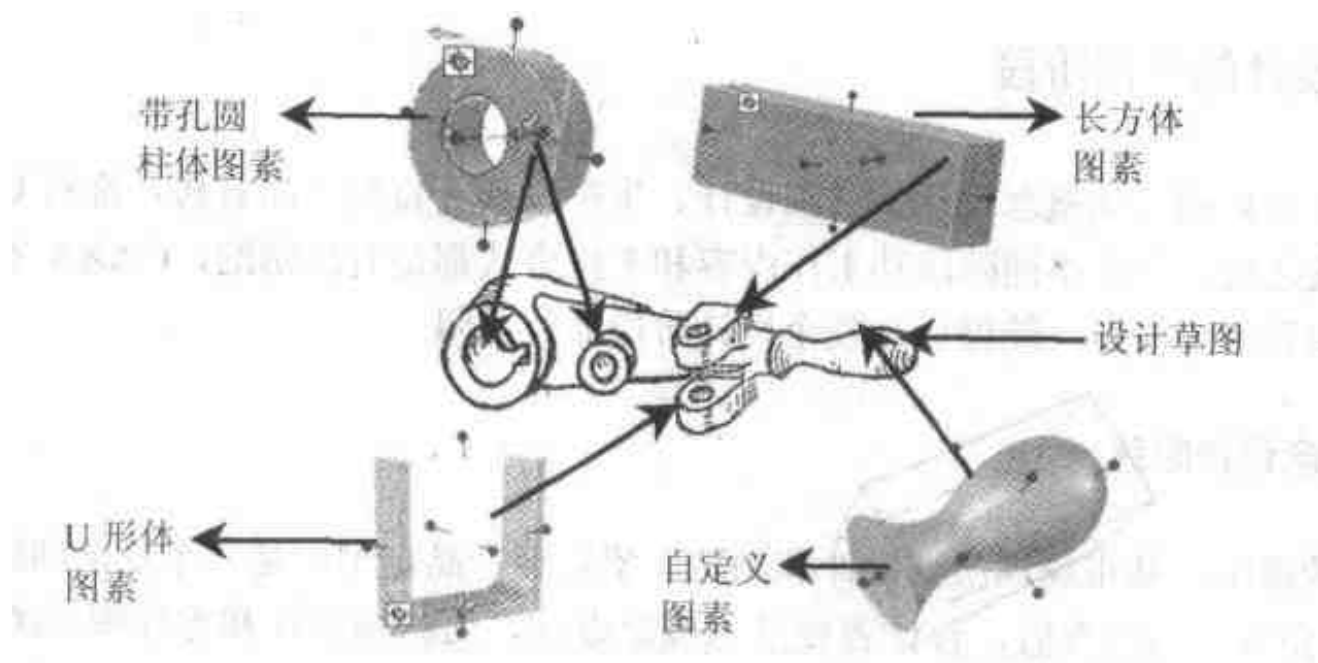

图 1.2 组成手柄零件的 4 个基本图素
在用 CAXA 实体设计进行工作前，设计者手头需有一些基础性资料，如手绘草图、同类产品的图纸、模型或三维曲面曲线的扫描测绘数据等，图 1.2 表示手柄零件的概念设计草图及零件的几何构成，零件主要由带孔圆柱体图素、长方体图素、U 形体图素和自定义图素 4 个智能图素组成，其中前 3 个图素属于标准智能图素，自定义图素通过旋转增料获得，自定义图素的包围盒需单独设定。利用图素进行概念设计的步骤简述如下：
(1) 给设计环境中拖入如图 1.2 左上角所示的带孔圆柱体图素，设定外圆直径为 100，